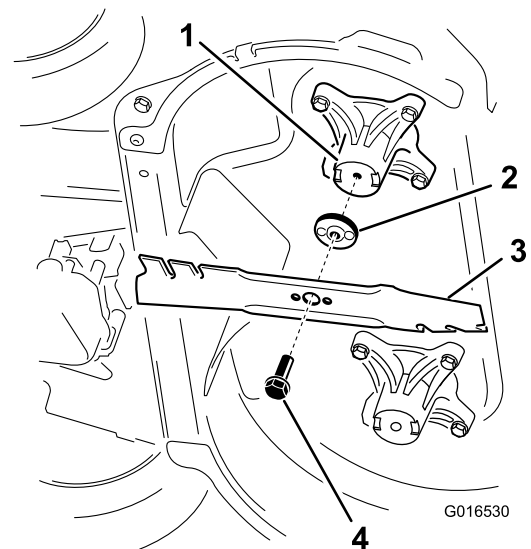

Figure 33
2. Déposez chaque lame comme montré à la Figure 33.
1. Posez la première lame de sorte qu'elle soit horizontale, avec toutes les fixations comme illustré à la Figure 33.